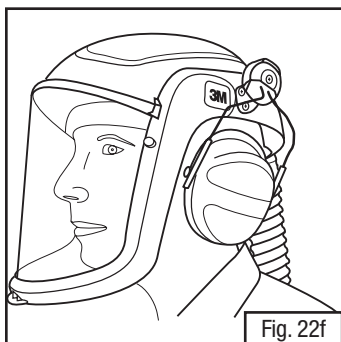

Fig. 22f
- **Uso:** Cuando estén en uso, las bandas de alambre se deben empujar completamente hacia adentro hacia la cabeza hasta oír un “clic” (Fig. 22f). Las almohadillas de las copas deben encerrar totalmente las orejas y lograr un sello hermético contra la cabeza. Para un mejor rendimiento de atenuación, tire el cabello hacia atrás por debajo de las orejas, para que las copas se asienten cerca de la cabeza.